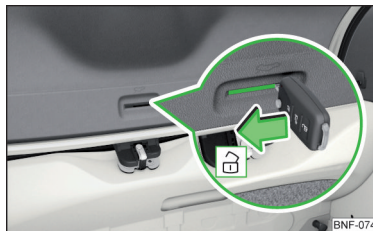

Fig. 162
- Introducir la llave del vehículo hasta el tope en la ranura en el revestimiento de la tapa » fig. 162.